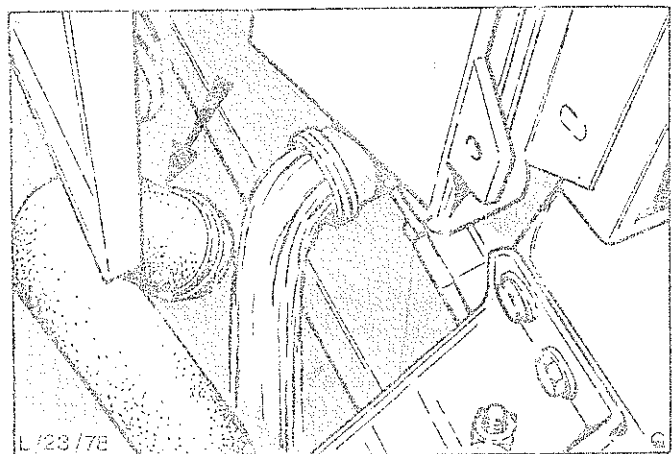

Abb.53 Unteren Kühlerschlauch zum Ablassen des Kühlmittels lösen
3. Unteren Kühlerschlauch vom Kühler abziehen und Kühlmittel teilweise ablassen, Abb.53.